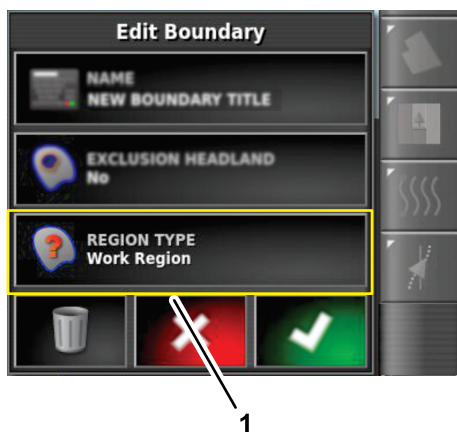

Figura 59
- En el cuadro de diálogo Editar perímetro, pulse el icono TIPO DE REGIÓN (Figura 59).